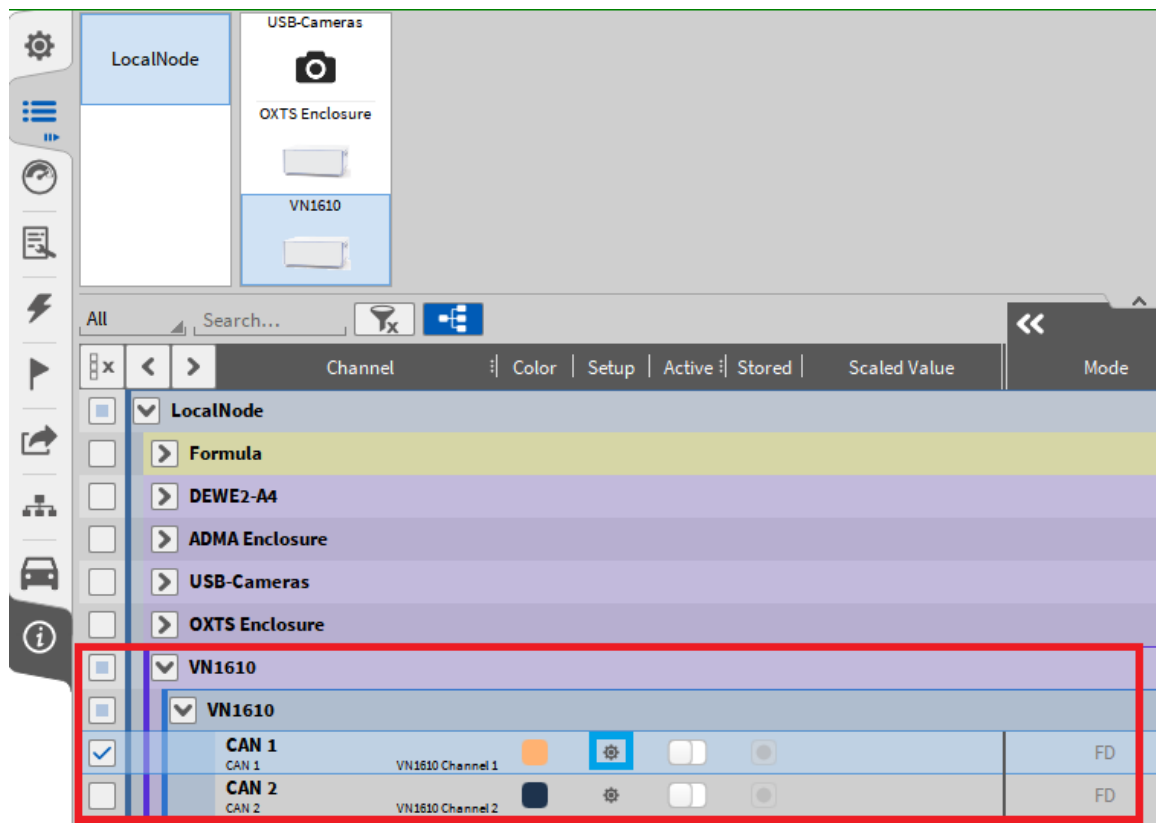
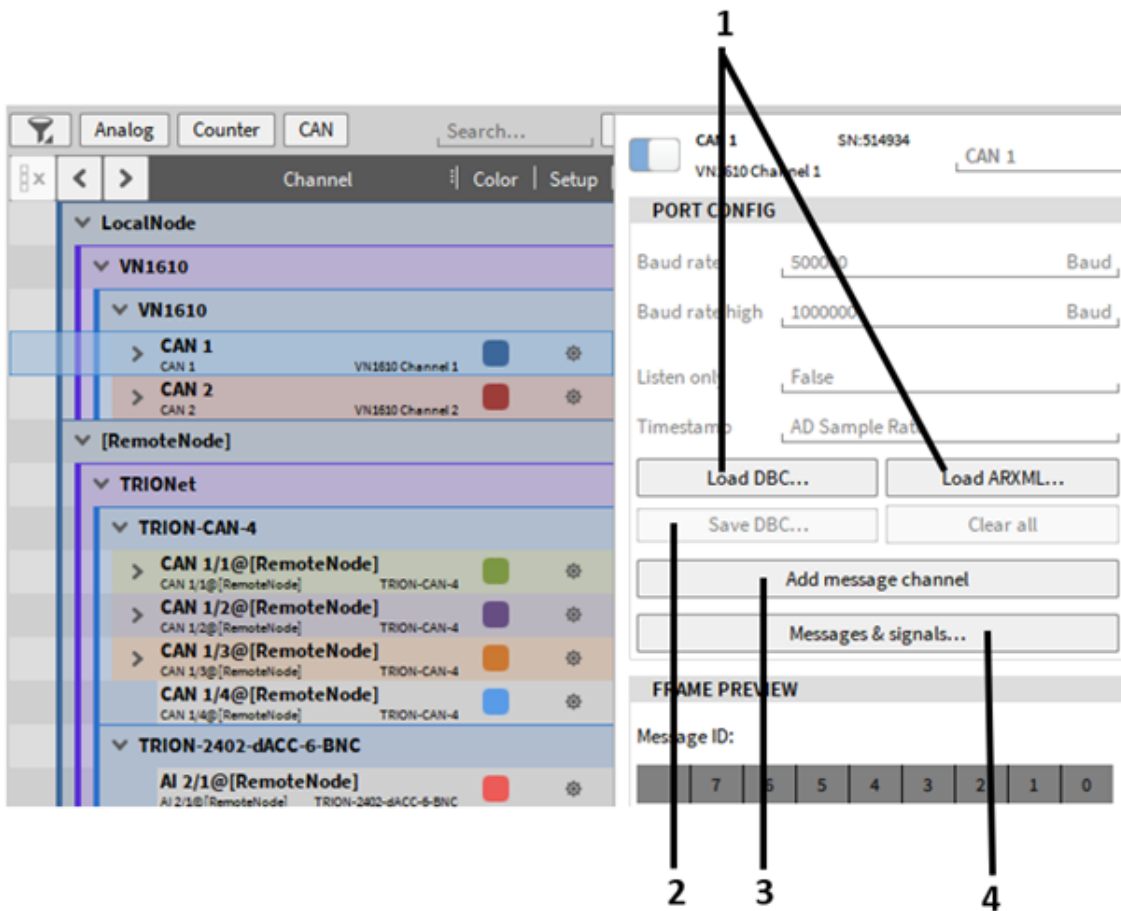

Abb. 4.50: Kanalliste mit der entsprechenden Vector VN-Hardware
Abb. 4.51: CAN-FD Kanaleinstellungen
- Öffnen Sie die OXYGEN Kanalliste. Die Vector Hardware Kanäle werden im Abschnitt *VWxxxx* angezeigt (rot markiert in Abb. 4.50).
- Klicken Sie auf das Zahnrad und öffnen Sie die Kanaleinstellungen (blau markiert in Abb. 4.50). Die Baudrate und weitere Einstellungen können hier geändert und die dbc- oder arxml-Datei hier geladen werden (siehe Abb. 4.51).
- Weitere Kanäle können später einfach durch erneutes Laden des dbc/arxml-Files ausgewählt und hinzugefügt werden. Der *Clear all* Button (siehe Abb. 4.51) löscht die aktuelle Kanalauswahl.